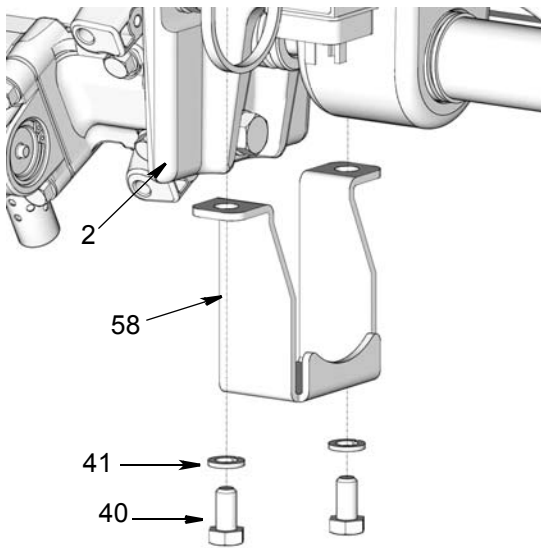

图 13
3. 从泵底座（2）上拆下螺丝（40）、垫圈（41）和防护指套（58）（图 13）。